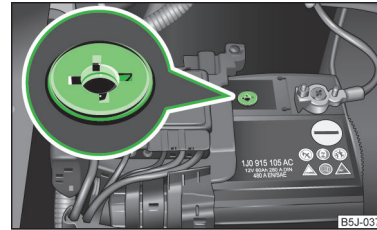

Abb. 139
■ Bei Fahrzeugen, die mit einer Fahrzeugbatterie mit einer Farbanzeige, dem sogenannten Magischen Auge » Abb. 139 ausgestattet sind, kann anhand der Verfärbung der Säurestand festgestellt werden.